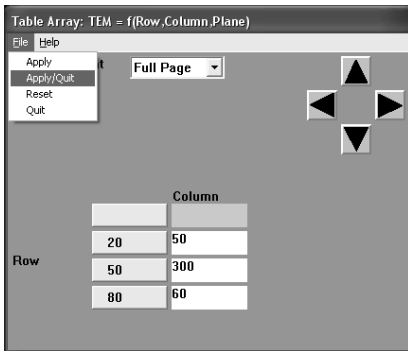

Рисунок 5.2 – Панель визначення змінної теплопровідності
- привласнимо: [SFA] Apply Film Coef on Areas варіант New Table і значення VAL21 Bulk Temperature = 20, [OK]. Далі Name of New Table визначте назву таблиці даних – TEM, [OK], а також розмірність цієї таблиці I, J, K = 3, 1, 1 відповідно, [OK]. Як показано на рис. 5.2 заповнюємо поля таблиці 1, потім коректно закриємо панель: